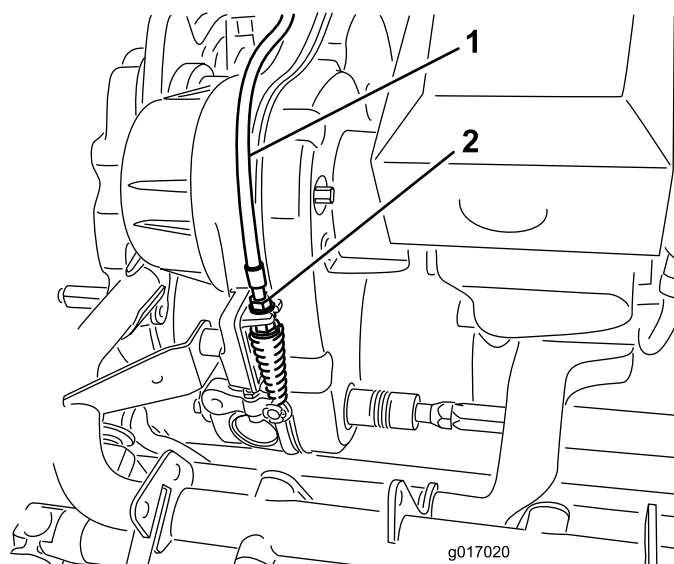

図 47
- トランスミッションのバルクヘッド部で、リールコントロールのケーブル（図 47）を行う；スプリングの長さが 70.6-72.4 mm になるように調整する。